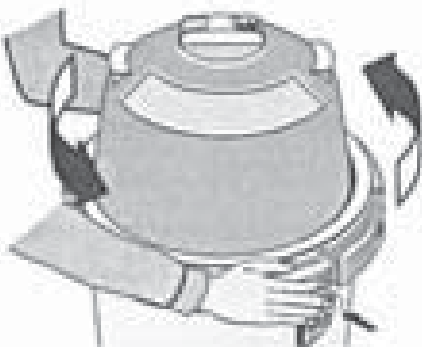

Abbildung 4:
- a. Sicherheitslasche zum Filtertank eindrücken (siehe Abb. 4).